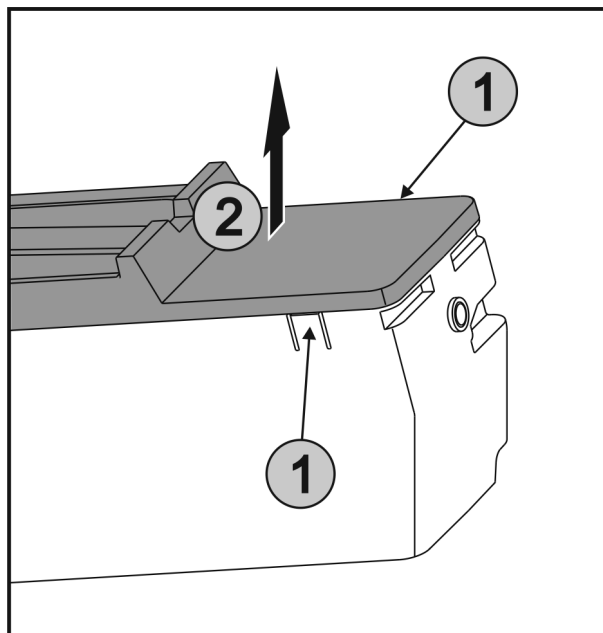

Fig. 37
- ▶ Stlačte západky Fig. 37 (1) na obou stranách EasyTwist-Ice současně a sejměte kryt Fig. 37 (2) směrem nahoru.